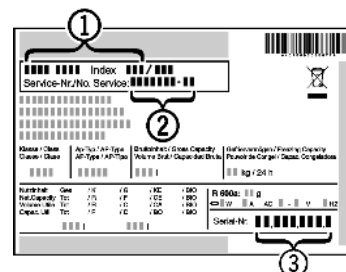

Fig. 3
- Gerätebezeichnung Fig. 3 (1), Service-Nr. Fig. 3 (2) und Serial-Nr. Fig. 3 (3) vom Typenschild ablesen. Das Typenschild befindet sich an der linken Geräteinnenseite.
- Den Kundendienst benachrichtigen und den Fehler, Gerätebezeichnung Fig. 3 (1), Service-Nr. Fig. 3 (2) und Serial-Nr. Fig. 3 (3) mitteilen.